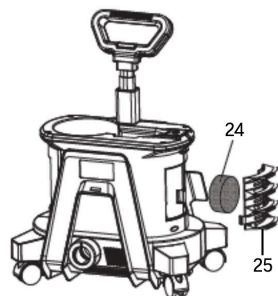

fig. 15
1. Retirez le couvercle du filtre (n° 25) en le pressant sur le dessus et les côtés et en tirant (fig. 15).
3. Enlevez le filtre (n° 24) (fig. 15).